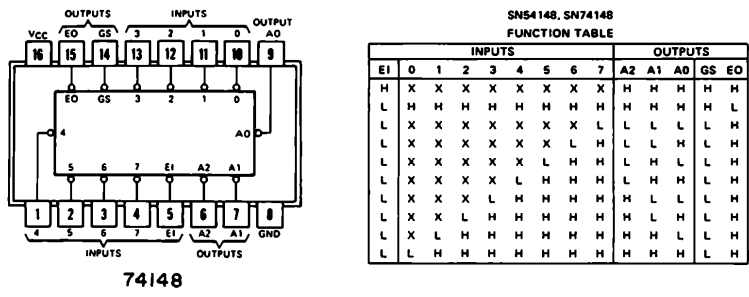

Figura A5-8. Configurazione dei pin e tabella della verità del chip di codifica di priorità 74148.
Viene eseguito un gate ai canali 0,1 e 2 con il segnale di controllo $\overline{\text{OUT}}$ e i canali si usano per fornire segnali di abilitazione alle informazioni dal bus di dati bidirezionale nei latch per le Porte 0,1 e 2, rispettivamente. Si esegue un gate al canale 0 con il segnale di controllo $\overline{\text{IN}}$ e lo si usa per fornire segnali di abilitazione ai dati d'ingresso presenti al buffer three-state 8095 nel microprocessore 8080A. Gli ingressi del chip 8095 consistono di due uscite da una coppia di chip di codifica di priorità da 8 a 3 linee 74148, che si usano per codificare la tastiera a 15 tasti. Compresi nella tastiera sono i tasti da 0 a 7, il tasto See/Store (S), il tasto Go (G), il tasto del byte d'indirizzo HI (H), il tasto del byte d'indirizzo LO (L) e tre tasti aggiuntivi (A,B e C) che non hanno un uso specifico. La configurazione dei pin del chip 74148 e la tabella della verità sono mostrate nella Figura A5-8. I tasti sono interruttori meccanici non ideali con logica antirimbato da software.